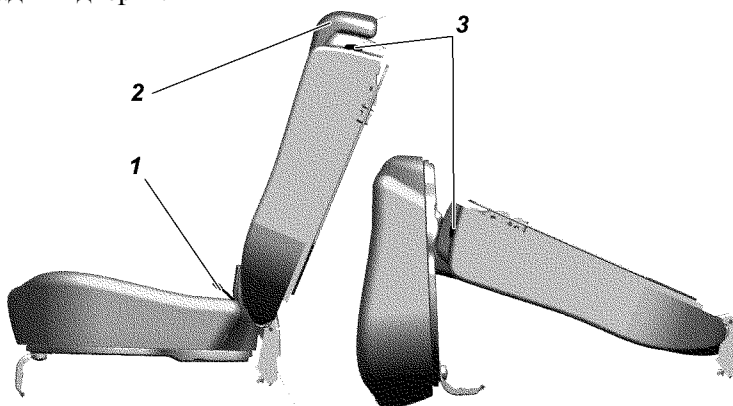

Рис. 3.24. Заднее трехместное сиденье:
Заднее трехместное сиденье (рис. 3.24) состоит из одноместной и двухместной подушки и одноместной и двухместной спинки.
- потяните за петлю 1 (рис. 3.24) и установите подушку в вертикальное положение;
- потяните за рычаг 3 по направлению движения автомобиля, освободив спинку, уложите ее, как показано на схеме, рис. 3.24;